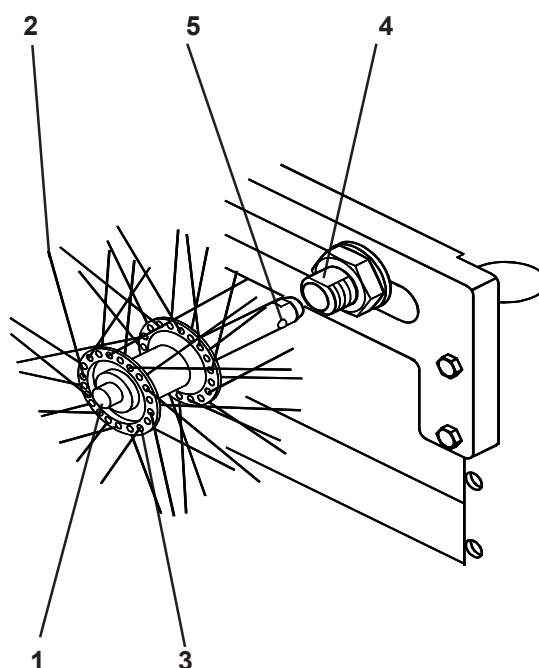
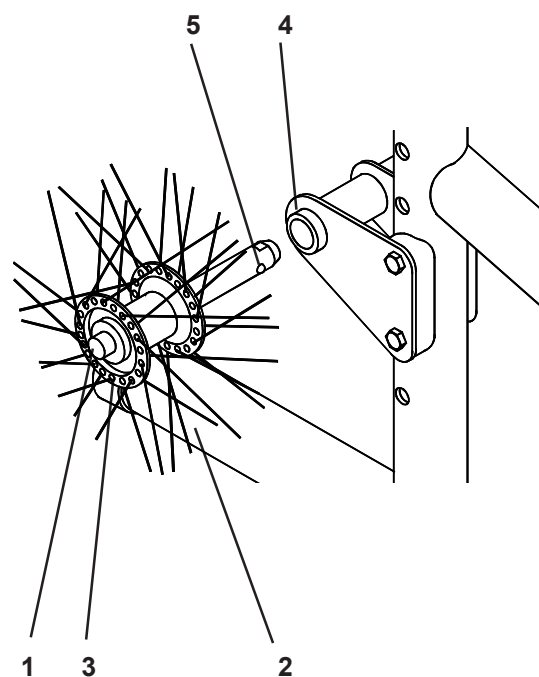

Fig. 25 Quickie TS
Fig. 25A Zippie TS
Para extraer los ejes de liberación rápida (Fig. 25 y Fig. 25A), presione el botón de liberación rápida (1) ubicado en el centro del eje y, sujetando la rueda a través de los radios (2) que rodean al centro del eje (3), extraiga el eje del manguito (4). Para volver a colocar el eje de liberación rápida, inserte el eje dentro del manguito hasta que el botón de liberación «salte» hacia afuera y las dos clavijas de bloqueo (5) queden visibles en el interior del manguito.